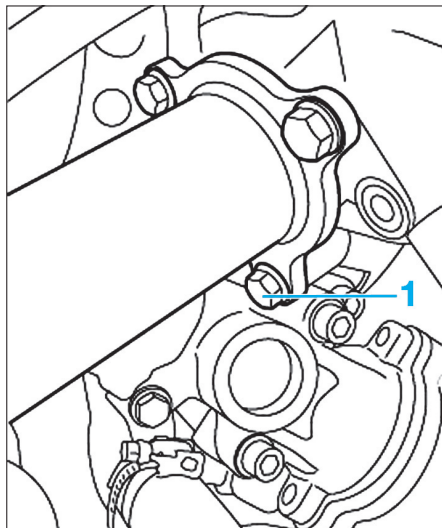

Fig. 8
- Dévisser les vis (1) qui fixent le tuyau rigide au collecteur d'admission (Fig.8).